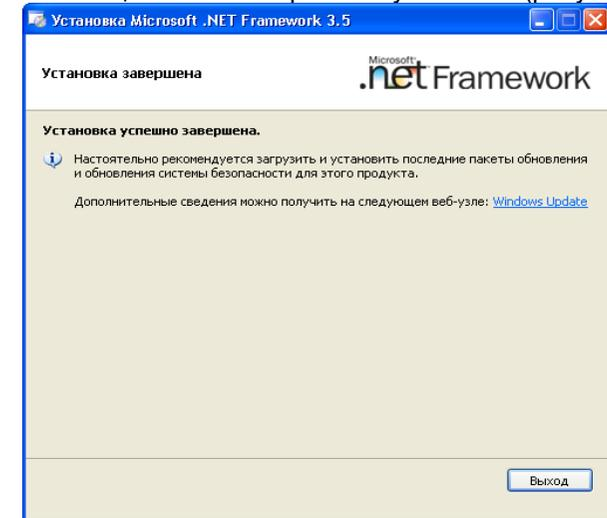

Рисунок 7.5
- 5) После установки программы "FrameWork_3.5" на экране ПК появится окно с сообщением о завершении установки (рисунок 7.5).